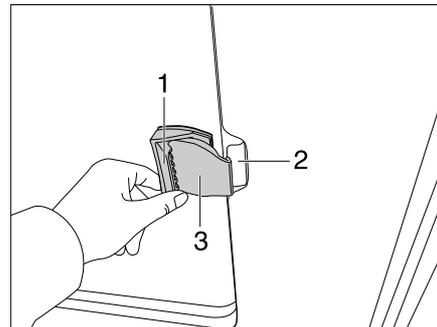

Bild 55 Schiebefenster ohne Verriegelung
- Griffklappe (Bild 55,1) ziehen und Griff gleichzeitig nach vorn schieben oder ziehen.